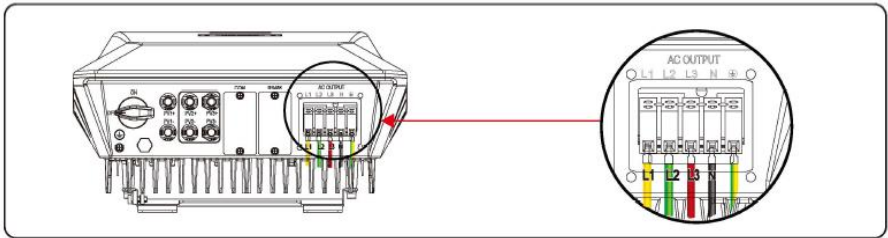

Figura 5.7 Apriete del cable de CA
**Paso 4** Conecte el cable de salida de CA a L1, L2, L3, N y E en el bloque de terminales de CA, apriételos con un destornillador, y el par de apriete requerido es de 1,5 Nm, como se muestra en la Figura 5.7.